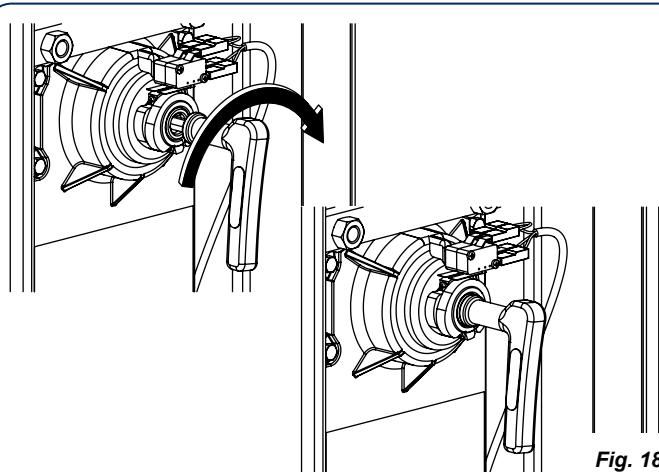

Fig. 18
3. Inserire la chiave di sblocco, fig. 18 rif. ①, nell'apposita sede.
4. Ruotare la chiave di sblocco in senso orario sino a farla appoggiare all'albero, fig. 18.